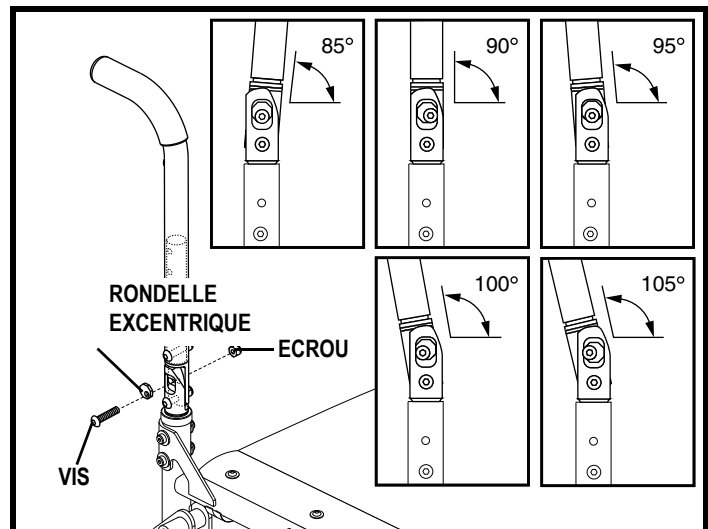

Figure 27. Réglage de l'inclinaison du dossier
Votre fauteuil roulant peut être équipé d'un dossier réglable en angle sur cinq degrés d'inclinaison différents. La plage de réglage se situe entre 85° et 105° à 5° d'intervalle. **Voir la figure 27.**
2. Pivotez la rondelle excentrique vers la position appropriée en fonction de l'angle d'inclinaison désirée. **Voir la figure 27.**